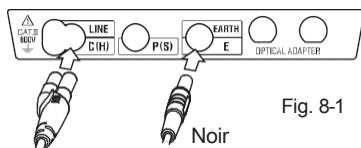

Fig. 8-1
- (1) Appuyez sur la touche PV pour sélectionner la fonction de mesure de l'isolement. L'écran LCD affiche "InSU" pendant environ une seconde et le voyant PV s'éteint.
- (2) Connectez les cordons de mesure comme illustré par la figure 8-1. MODEL7196A à la borne LINE, et MODEL7244A à la borne EARTH